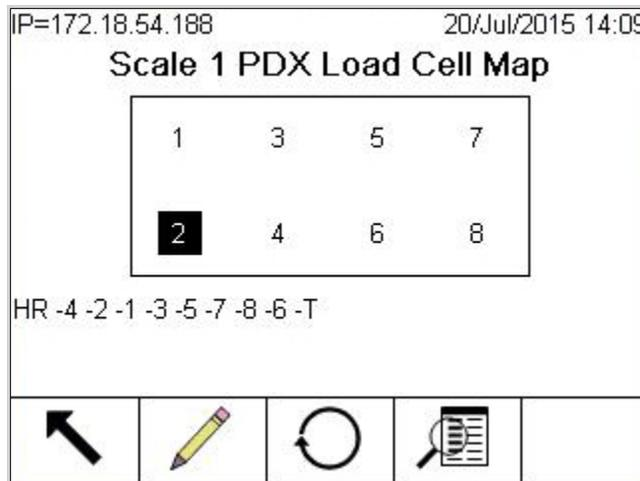

Figura 3-170: Mappa della cella di carico PDX completata
Se si preme il soffkey **Visualizzazione elenco**  nella schermata **Mappa cella di carico PDX**, viene visualizzata una tabella relativa alle informazioni di rete della cella di carico. La tabella mostra i dati di ciascuna cella dal cavo home run alla terminazione, così come inserito nelle schermate di modifica del nodo (e mostrate nella mappa della cella di carico, Figura 3-170).
10. Premere il softkey OK per confermare. Per il layout di questa piattaforma singola, la mappa (e la sequenza della cella di carico in fondo alla schermata) somiglierà a quella mostrata nella Figura 3-170.